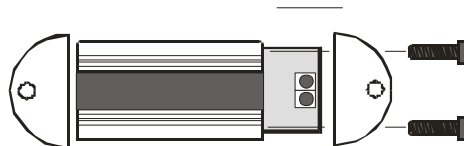

Abb. 1
1. Entfernen Sie die Stöpsel vom Empfänger und vom Sender und nehmen Sie den optisch/ elektronischen Teil aus dem Gehäuse heraus (Abb. 1)